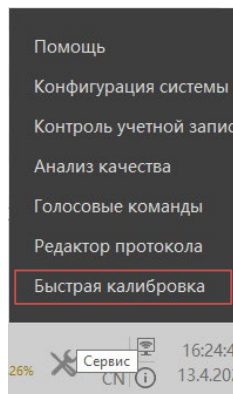

Рисунок 4.5 – Запуск быстрой калибровки
- Нажмите на строку «Быстрая калибровка» (рис. 4.5)